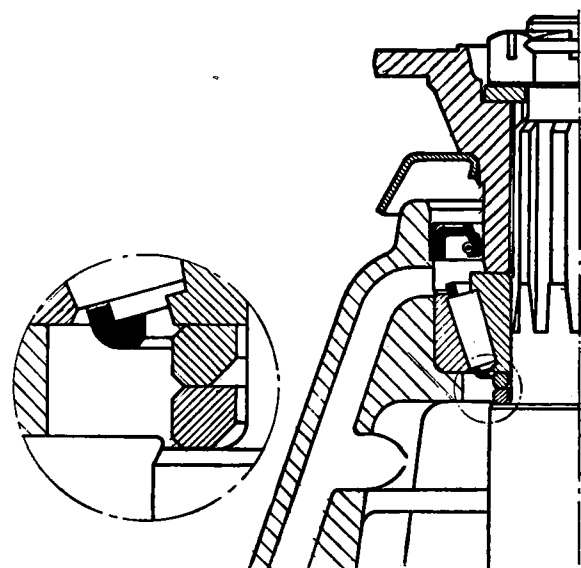

Fig. 6
- Schuif de afstandringen (8) over de pignonas, met de afgeschuinde binnenzijde naar het pignon gericht (fig. 6).